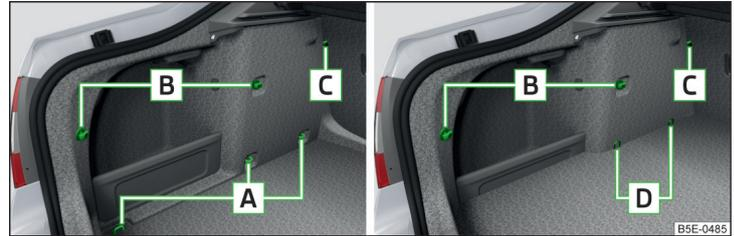
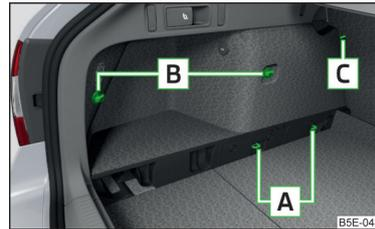

Abb. 96 Variante 1 / Variante 2
Abb. 97
Übersicht der Befestigungselemente » Abb. 96 und » Abb. 97
- Bei Erdgasfahrzeugen besteht die Möglichkeit, nur die Quertasche **A** hinter den Sitzen » Abb. 98 und das Bodennetz mit Befestigung des hinteren Bereichs dieses Netzes an den hinteren Befestigungselementen **B** » Abb. 96 auf Seite 108 zu befestigen.